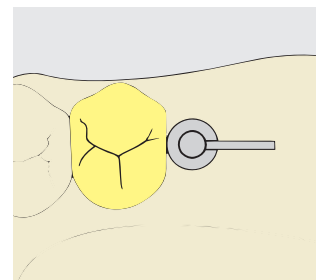

Fig. 4
Die Unterkante des Fortsatzes zeigt die spätere Höhe der Matrize an (A), die Unterkante des Parallelometereinsatzes ist 1 mm kürzer als die Originalmatrize, so dass diese möglichst tief positioniert werden und basal entsprechend des Profils der Gingiva angepasst werden kann. Der Fortsatz zeigt auch die spätere Länge und Lage der Originalmatrize schon beim Setzen der Patrize an (Fig. 4).